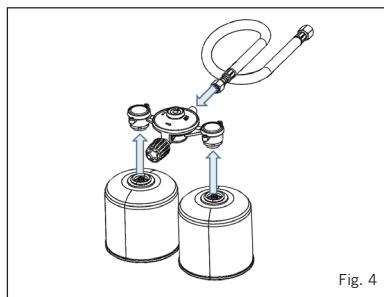

Fig. 4
- Schroef twee gascartridges aan de Power Pak (fig.4).